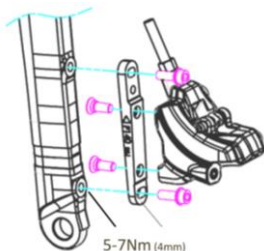

図 D-1 フォークブレーキ台座へのフロントキャリパー取り付け
- ・ 図 D-1のようにアダプターとフロントキャリパーを組み立てます。(推奨締め付けトルク：5～7Nm)